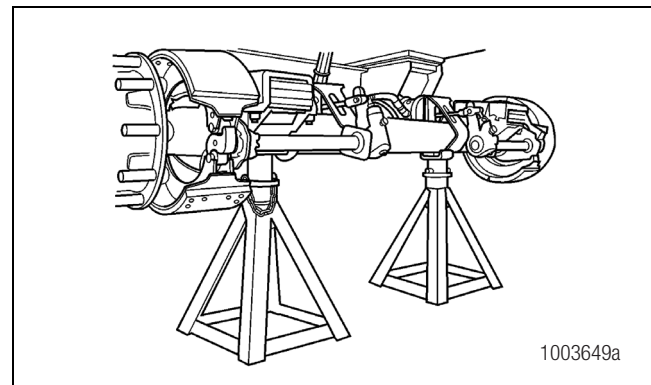

Figura 5.10
1. Levante el semirremolque hasta que los neumáticos se separen del suelo. Coloque pedestales de seguridad debajo del bastidor del semirremolque o debajo de cada asiento de resortes de los ejes del semirremolque. No apoye el vehículo únicamente sobre gatos. Figura 5.10.